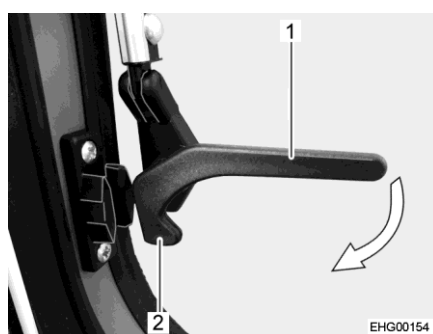

Fig. 50 Levier de verrouillage, latéral, (position "Ouvvert")
- Tourner les leviers de verrouillage latéraux (Fig. 50,1) d'un quart de tour en direction du cadre de la fenêtre jusqu'à ce que le tenon de verrouillage (Fig. 50,2) s'enclenche.